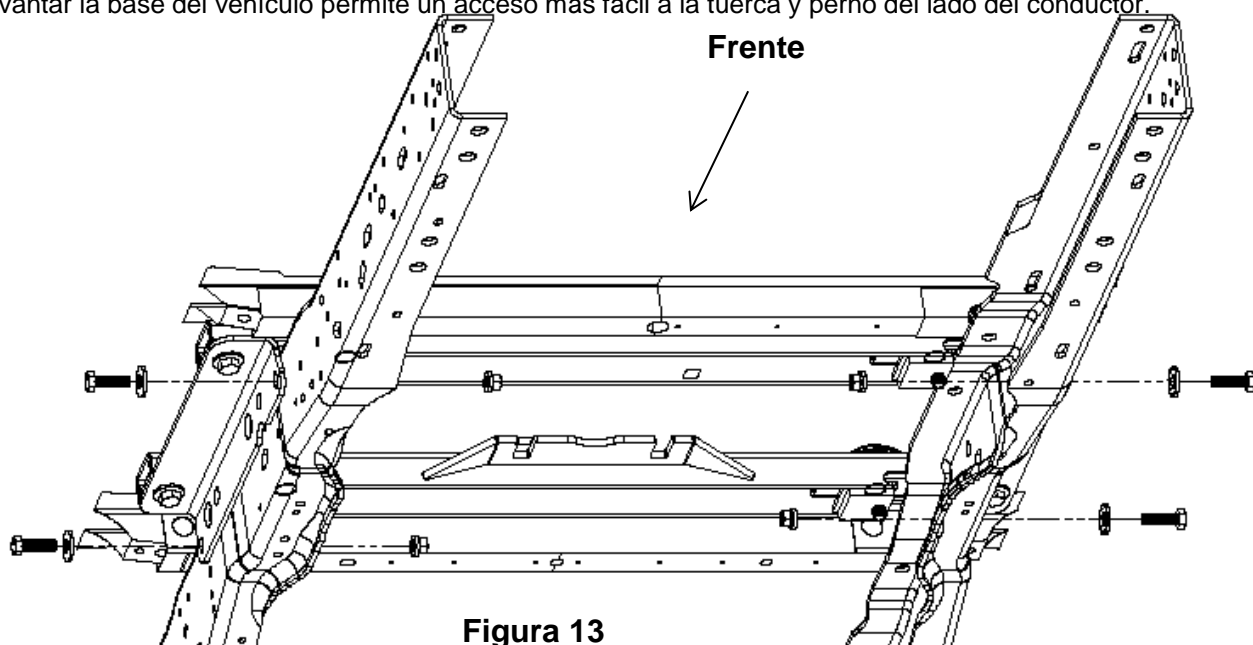

Figura 13
18. Sin apretar instale el soporte del bastidor a los orificios existentes del bastidor del chasis usando pernos M14 1.5 x 45 (#10), arandelas cónicas (#11) (**Figura 1**), y tuerca mariposa (#12) (**Figura 1**). Apriete a mano (**Figura 13**). Levantar la base del vehículo permite un acceso más fácil a la tuerca y perno del lado del conductor.